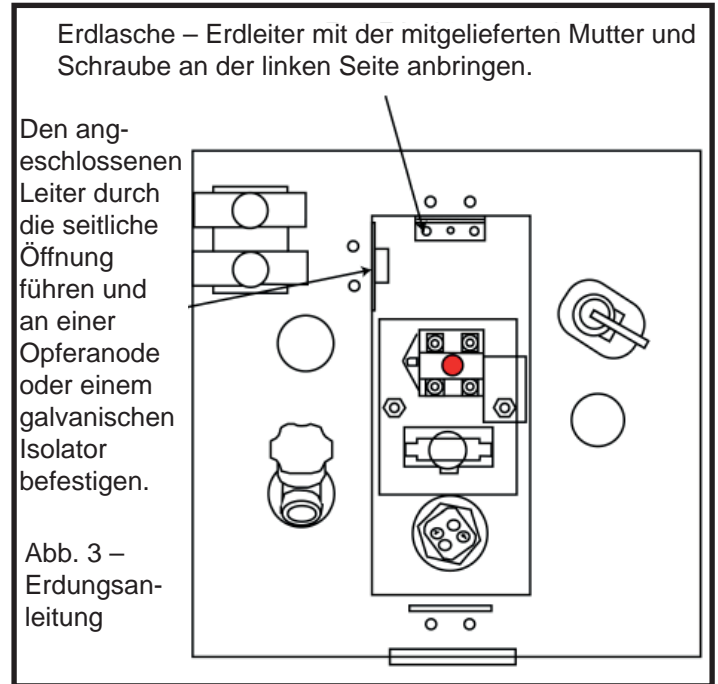

Abb. 3 – Erdungsanleitung
**Schritt 1** Deckel abnehmen, um an die Erdlasche heranzukommen. Sie befindet sich oben an der Innentafel und ist mit dem Erdungssymbol gekennzeichnet (siehe Abb. 3).